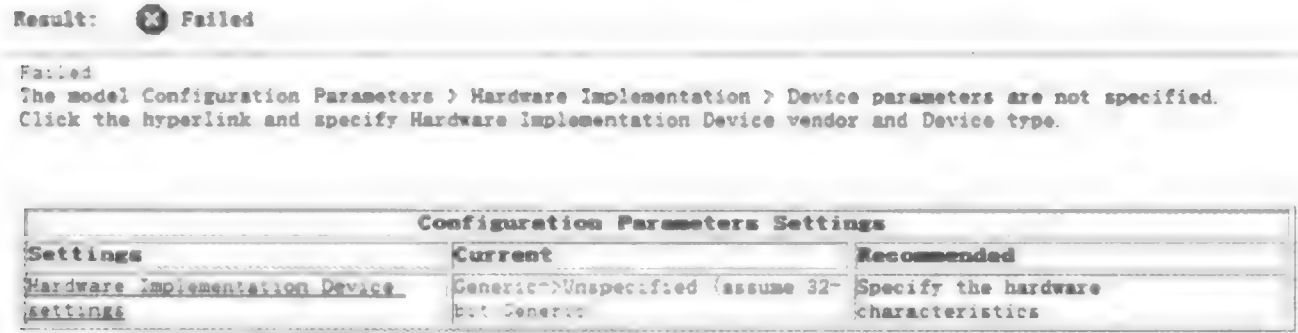

图 9.6.11 验证硬件选择任务界面
(5) 执行到 2.5 项 Verify hardware selection 时出错,提示用户选择硬件,如图 9.6.11 所示。考虑到本实验最终要在 ARM 芯片上实现,硬件应选择 ARM7。